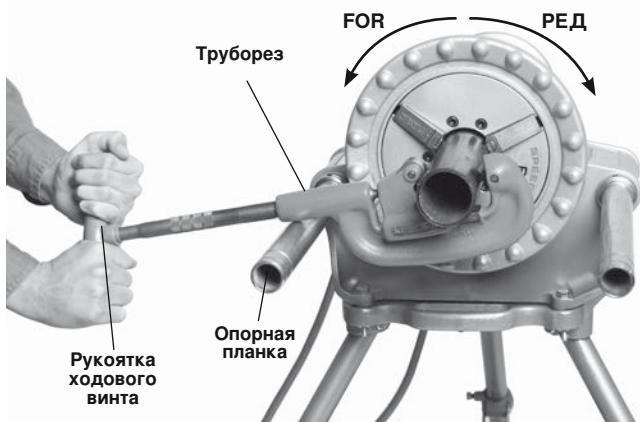

Рис. 15 — Резка трубы ручным труборезом/ вращение станка (держите труборез в контакте с опорным стержнем).
- Переведите переключатель РЕВЕРС/ВЫКЛ/ВПЕРЕД в положение ВПЕРЕД. Нажмите и отпустите ножной выключатель. Зажимной патрон должен вращаться против часовой стрелки, если смотреть со стороны опорных стержней станка (см. рис. 15). Повторите это действие, установив переключатель в положение РЕВЕРС, при этом зажимной патрон должен вращаться по часовой стрелке. Если станок вращается в другом направлении, или ножной выключатель не управляет работой станка, запрещается использовать станок, пока он не будет отремонтирован.
Снимите суппорт № 311 перед использованием силового привода №300 с ручными инструментами для резки, развертывания или нарезания резьбы на трубах. Убедитесь, что боковой опорный стержень переключателя полностью выдвинут за пределы передней части силового привода (рис. 15).
- Откройте труборез, повернув ходовой винт против часовой стрелки. Поместите труборез открытой стороной вверх (как показано на рис. 15) и выполните выравнивание режущего диска по меткам на трубе. Резка резьбовых или поврежденных участков трубы может привести к повреждению режущего диска.